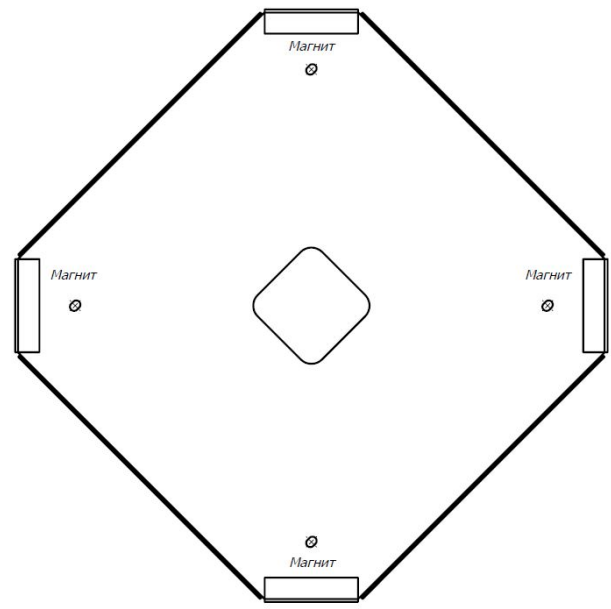

Рис.4
4. Прикрепить монтажную скобу к потолку через подготовленные отверстия. Монтажная скоба показана на рис. 4;
6. К монтажной скобе прикреплены магниты в указанных местах (см. рис. 4);